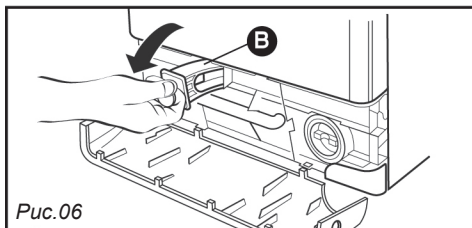

Рис.06
- Извлеките «переднюю» скобу (Рис. 06).